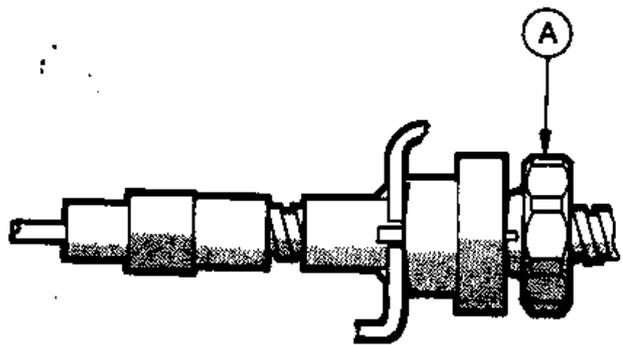

Рис.9.23. Клиновидная муфта в зацеплении с кронштейном (Разд.12)
4. У регулировочного кронштейна на правой стороне автомобиля разделите отверткой регулировочную гайку и муфту. Введите клиновидную муфту в зацепление с кронштейном (Рис.9.23).
8. Присоедините трос к кронштейнам на днище кузова и зажимам на рычагах подвески. Убедитесь, что регулятор правильно установлен на своем кронштейне (Рис.9.23).